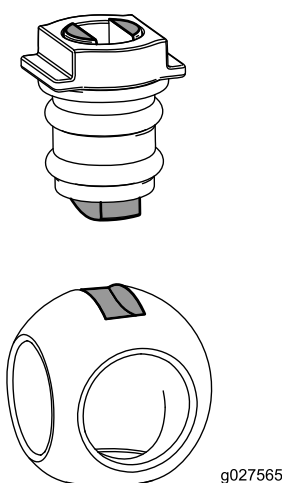

Figure 100
6. Insérez la bille dans le corps de la vanne (Figure 100).
Remarque: La tige de la vanne doit entrer dans la fente d'entraînement de la bille. Si la tige de la valve ne rentre pas, ajustez la position de la bille (Figure 100).